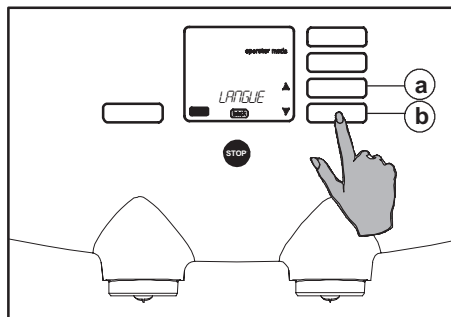

Fig. 60 Menu de sélection LANGUE
Dans le menu opérateur, à partir du menu de sélection "LANGUE" (fig. 60), vous pouvez choisir la langue dans laquelle s'afficheront les messages à l'écran.
3. Utilisez les boutons de défilement ▲▼ jusqu'à ce que l'option "LANGUE" apparaisse à l'écran (fig. 60 a ou b).